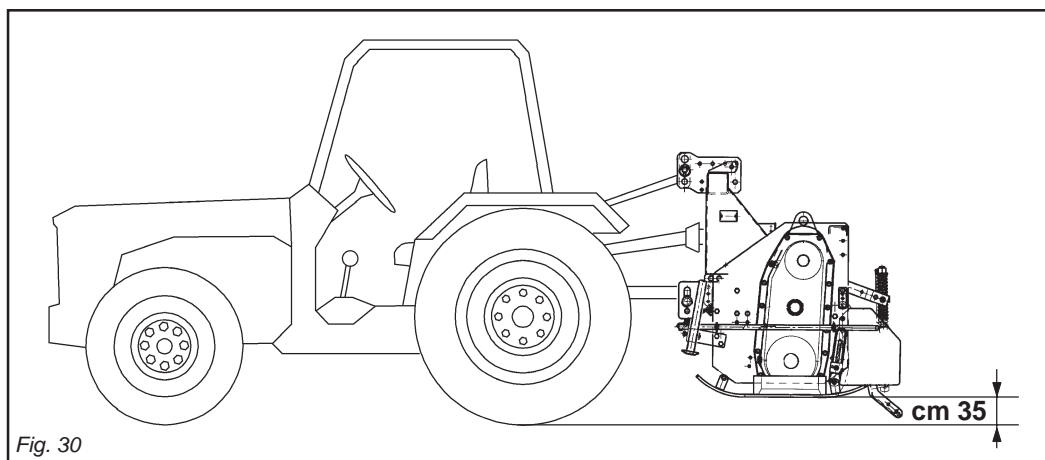

Fig. 30
Evitare di far girare a vuoto (fuori del terreno) la macchina. Durante il lavoro evitare di effettuare curve con la macchina interrata, ne tantomeno lavorare in retromarcia (Fig. 28, 29). Sollevarla sempre per i cambiamenti di direzione e le inversioni di marcia. Durante il trasporto, od ogni qualvolta si renda necessario il sollevamento dell'attrezzatura, è opportuno che il gruppo di sollevamento del trattore venga regolato in modo che la macchina stessa non sia sollevata da terra per più di 35 cm circa (Fig. 30). Evitare di immettersi su strade pubbliche con la macchina sporca di terra, erba o quant'altro che produca sporcizia e/o intralcio al traffico stradale. Non far cadere con violenza la macchina sul terreno ma farla scendere lentamente per consentire il graduale inserimento delle lame nel terreno.
*Never allow the machine to operate out of the soil. During work, avoid turning corners while the implement is soil working. Never work in reverse (Fig. 28, 29). Always raise the implement in order to reverse or change direction. During transport, or whenever the implement must be raised, it is advisable to adjust the lift unit of the tractor so that the implement itself is not raised more than about 35 cm from the ground (Fig. 30). Do not drive on public highways if the machine is dirtied with soil, grass or anything else that could dirty and/or hamper the road traffic. Lower the machine slowly to allow the blades to gradually penetrate the soil. Do not allow it to drop violently on to the ground.*
Vermeiden Sie es, die Maschine unbelastet (außerhalb der Erde) laufen zu lassen. Wenn das Gerät unterirdisch arbeitet, keine Kurven fahren und auch nicht rückwärts fahren (Abb. 28, 29). Das Gerät zum Ändern der Richtung und zum Wenden immer ausheben. Während des Transportes, jedesmal wenn das Ausheben des Gerätes erforderlich wird, sollte der Kraftheber des Schleppers immer so eingestellt werden, daß das Gerät nicht mehr als circa 35 cm Abstand vom Boden aufweist (Abb. 30). Vermeiden Sie es, auf öffentliche Straßen zu fahren, wenn die Maschine mit Erde, Gras oder anderem verschmutzt ist, das die Fahrbahn verschmutzen und/oder den Verkehr behindern kann. Achten Sie darauf, daß das Gerät nicht auf den Boden fällt, sondern langsam gesenkt wird, um zu ermöglichen, daß die Klingen langsam in den Boden eingezogen werden.
*Évitez de faire tourner l'appareil à vide (hors du sol). Pendant le travail évitez les virages quand la houe est enterrée ou bien en marche arrière. Relevez toujours l'appareil lors des changements de direction et des inversions de marche (Fig. 28, 29). Pendant le déplacement et chaque fois qu'il faut relever la machine, veillez à ce que le groupe de relevage du tracteur soit réglé de manière à la soulever au moins de 35 cm (Fig. 30). Éviter de s'engager sur les routes publiques avec la machine souillée de terre, herbe ou autre pouvant salir ou gêner la circulation. Ne pas faire tomber la machine avec violence sur le sol mais la faire descendre lentement pour faire pénétrer les lames graduellement dans le sol.*
Evitar hacer girar en vacío (no apoyada sobre el terreno) la máquina. Durante el trabajo evitar efectuar curvas con la máquina enterrada y no trabajar marcha atrás. Alzarla siempre para cambiar de dirección y para las inversiones de marcha (Fig. 28, 29). Durante el transporte, cada vez que se hace necesario alzar el equipo, es conveniente que el grupo de elevación del tractor se regule en modo tal que el equipo mismo no se alce desde el suelo más de 35 cm aprox. (Fig. 30). Evitar el ingreso en carreteras públicas con la máquina sucia de tierra, hierba o todo otro elemento que produzca suciedad y/o obstruya el tráfico de la carretera. No hacer caer con violencia la máquina sobre el terreno, hacerla descender lentamente para permitir la gradual introducción de las cuchillas en el terreno.